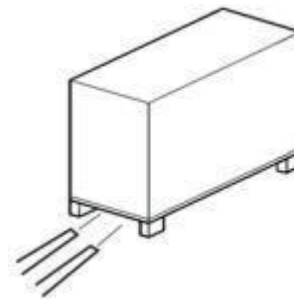

Рис. 24: Транспортировка с помощью вилочного погрузчика
1. ➔ Подвести вилочный погрузчик вилами так, как показано на Рис. 24.